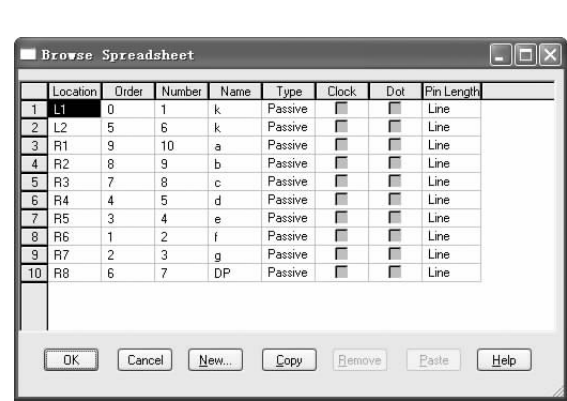
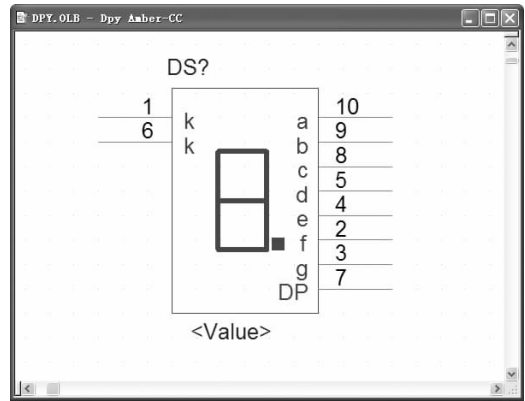

图 6-222 设置引脚属性
图 6-223 所有引脚放置完成
8) 编辑引脚属性。框选所有引脚，在弹出的对话框中设置其属性，如图 6-222 所示。最后得到如图 6-223 所示的元素符号图。